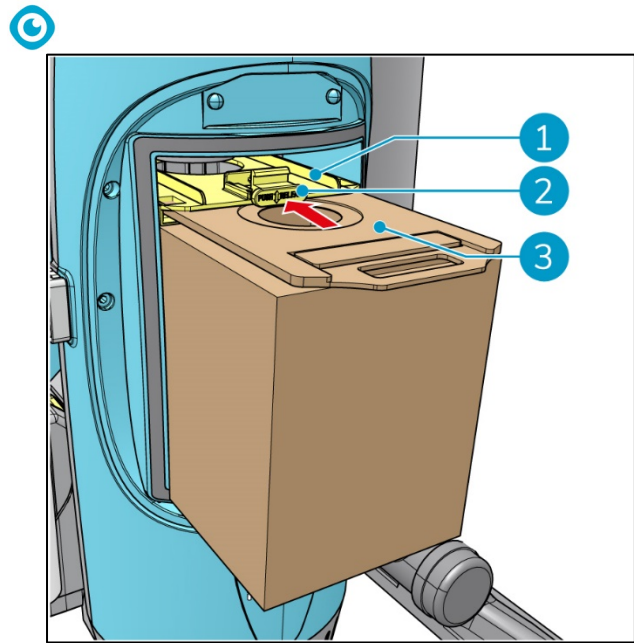

Figura 10
7. Coloca el soporte amarillo (Figura 10, pos. 1) en su posición superior. Presiona el botón amarillo (Figura 10, pos. 2) y se encajará con un clic en su posición bloqueada.
8. Inserta el aro de cartón de la nueva bolsa para el polvo (Figura 10, pos. 3) completamente en el soporte de la bolsa amarillo.